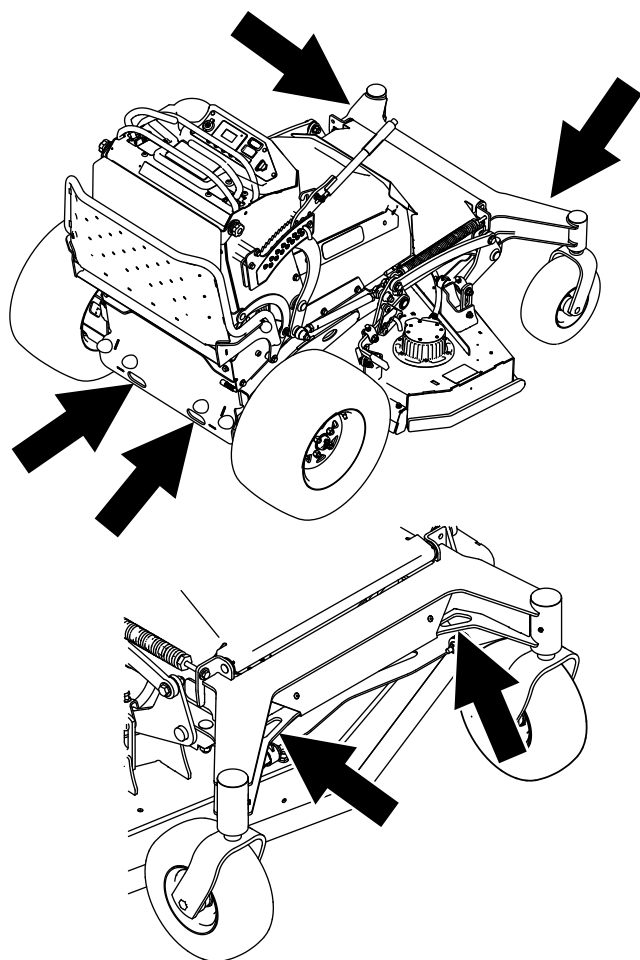

Figura 39
7. Prenda a máquina perto das rodas giratórias frontais ou furos frontais da estrutura e os furos do para-choques traseiro com correias, correntes, cabos ou cordas (Figura 39). Consulte as diretrizes locais relativas a requisitos de dispositivos de fixação.